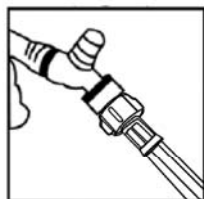
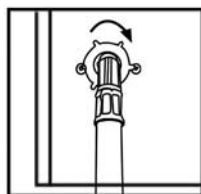
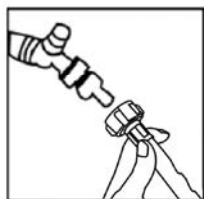

Fig.1
Fig.2
Fig.3
a. Toevoer vanaf de waterleiding – Gebruik de waterslang (16) om een aansluiting te maken op de waterleiding van uw huis (Fig. 1). Als u hulp nodig heeft, kunt u een bevoegde loodgieter raadplegen. Sluit de connector van de waterslang aan op een kraan naar keuze. Sluit het andere uiteinde van de waterslang aan op de waterleidingplug (11) (Fig. 2). Om de connector van de waterslang los te maken van de waterstop, moet u eerst controleren of de waterleiding is uitgezet, waarna u vervolgens de slang weer van de kraan af kunt draaien (Fig. 3). Om de waterleiding los te koppelen van het apparaat, moet u eenvoudig de waterslang losdraaien bij de waterleidingplug en de slang eruit trekken (Fig.4).